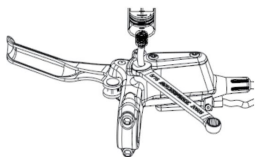

Figura 5-3 Utilizzare una chiave inglese da 8 mm per allentare/serrare la filettatura dell'ugello dell'olio del corpo del morsetto
- ④ Utilizzare una chiave inglese da 8 mm per serrare l'ugello di ingresso dell'olio del corpo superiore della bilancia (ruotare in senso orario di circa 1 giro e mezzo, come mostrato nella Figura 5-3).
- ⑤ Riempimento formale dell'olio: per prima cosa, premere verso il basso e poi rilasciare la maniglia del freno con la mano finché non vengono scaricate più bolle dal tubo della siringa. Se l'effetto non è evidente, premere prima la siringa con la mano per consentire all'olio dei freni di entrare nel freno a disco, quindi estrarre la siringa per espellere le bolle. Ripetere questa azione da tre a cinque volte, quindi continuare a premere e rilasciare la maniglia del freno finché non vengono scaricate più bolle dal tubo della siringa. Il riempimento dell'olio è completato, estrarre la siringa, inserire l'ugello dell'olio nel corpo principale e serrare la vite di riempimento dell'olio.